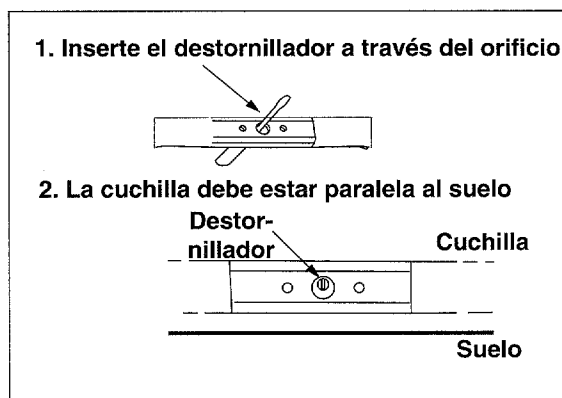

Figura 20
- Una cuchilla desequilibrada causará una vibración excesiva al girar a altas velocidades y puede causar daños a la unidad. La cuchilla puede probarse por equilibrio equilibrándola sobre un destornillador de hoja redonda o sobre un clavo. Desgaste el metal del lado más pesado hasta que la unidad esté uniformemente equilibrada. Vea la Figura 20.